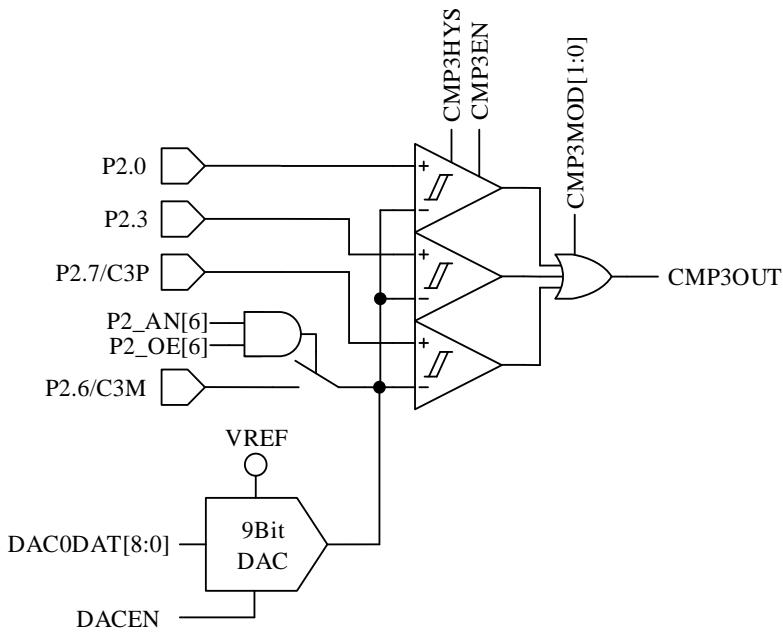

图 28-4 三比较器输入模式
- c) 配置 CMP_CR1[CMP3MOD] = 1X，CMP3 为三比较器输入模式，具体输入输出端口及接法如图 28-4 所示